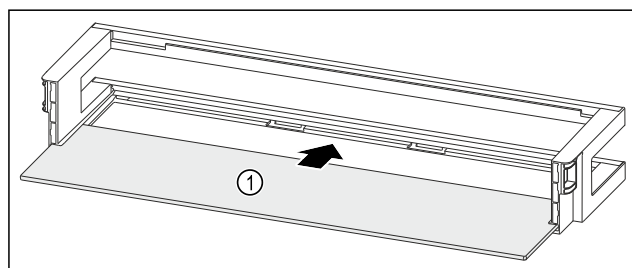

Fig. 266 Dveřní přihrádka s odkládací plochou
- Odkládací plochu Fig. 266 (1) zasuňte do bočních vybrání.